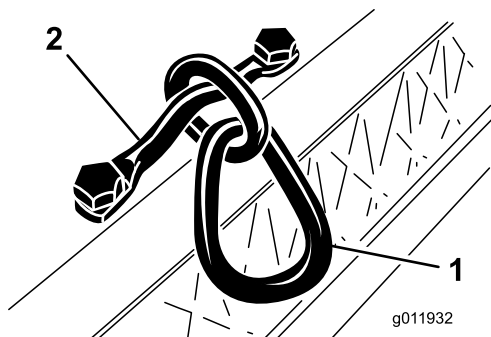

Figura 7
**Nota:** Serrate le viti a testa cilindrica a un valore compreso tra 34 e 40 N-m (Figura 7).